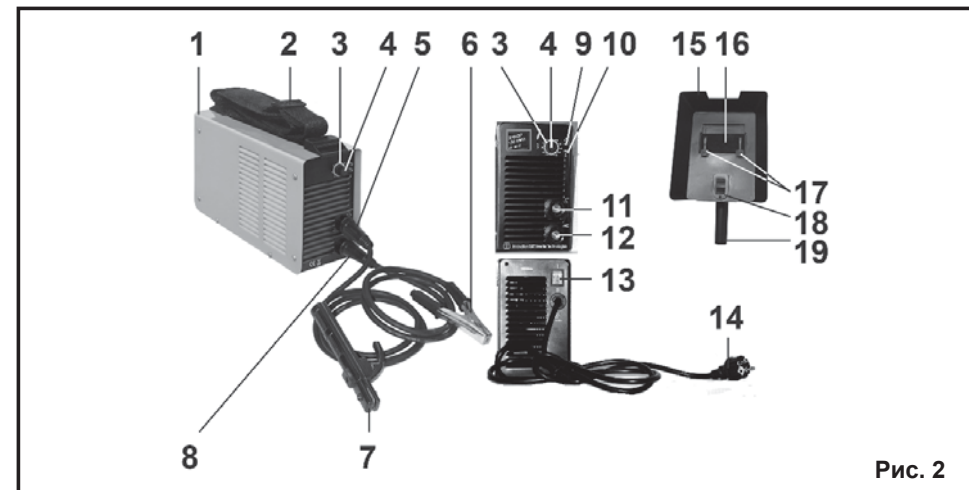

Рис. 2
7. УСТРОЙСТВО Рис. 2
8.1.1. Как показано на Рис.2, соберите защитный щиток (16). Рукоятка (20) и светофильтр (17) закрепляются на защитном щитке (16) при помощи зажимов - без применения вспомогательного инструмента.
производится ручкой (4) по градуировки шкалы (3) Рис.2.